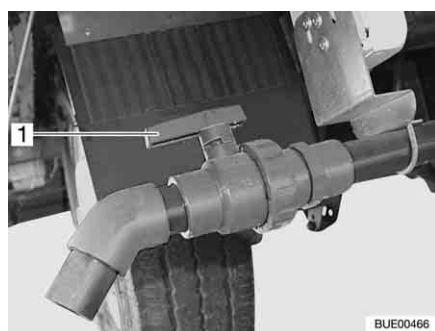

Fig. 233 Rubinetto di scarico
- Girare la maniglia (Fig. 233,1) del rubinetto di scarico nella direzione di scorrimento.